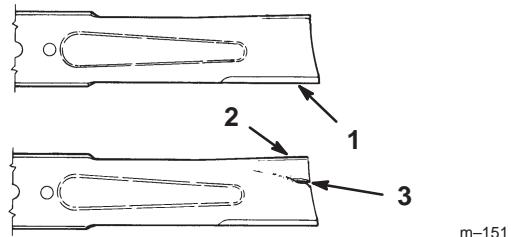

Figure 19
1. Inspectez les tranchants des lames (Fig. 19). Si elles ne sont pas tranchantes ou si elles présentent des indentations, déposez et aiguisez les lames (voir Aiguisage des lames, page 25).
2. Inspectez les lames, surtout la partie incurvée (Fig. 19). Remplacez immédiatement toute lame endommagée, usée ou qui présente une entaille (repère 3 de la Fig. 19).